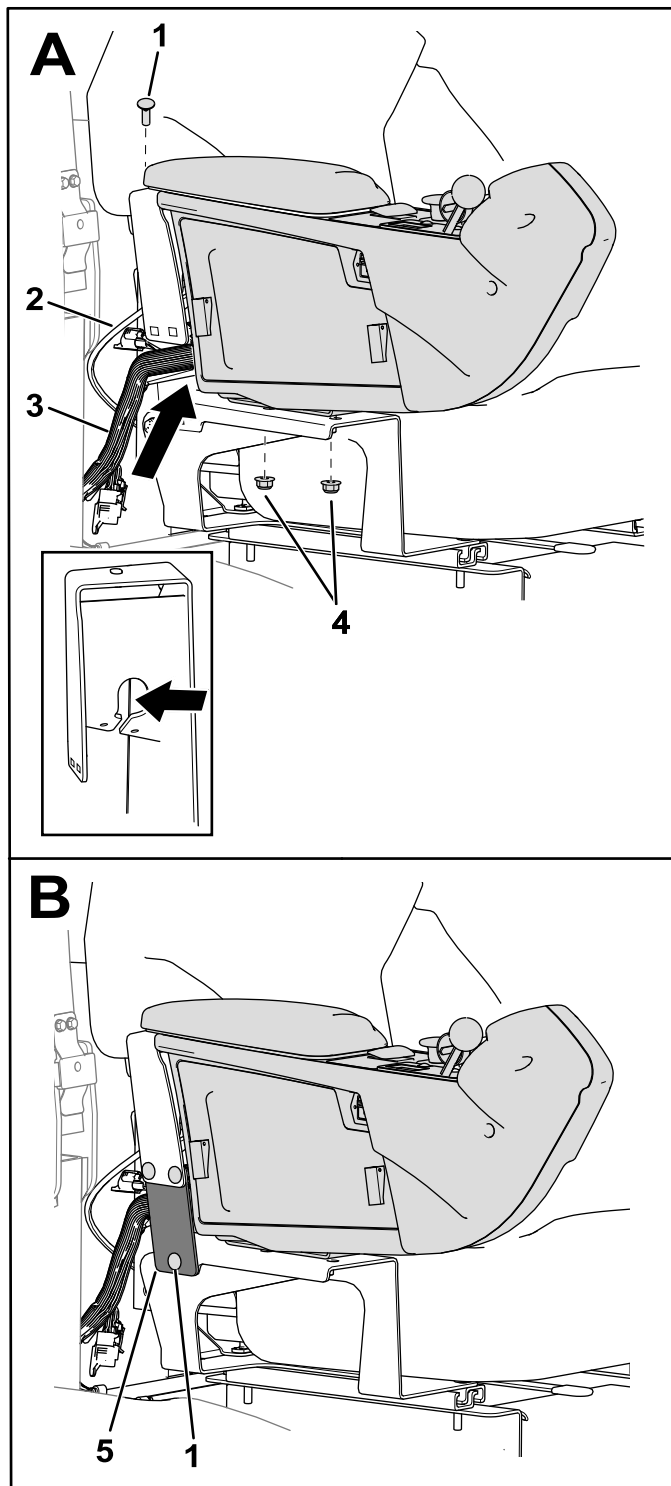

図 11
2. シートブラケットにコンソールをセットする A 図 11。
モデル 31900, 31901, 31907, 31909 ではスロットルケーブルをワイヤハーネスの上のシートブラケットのすきまに入れること挿入 図 A 図 11。
2)で外したものとキャリッジボルトとナットを使用するA 図 11。
4. プレートをシートブラケットに固定するキャリッジボルト3本とナット3個を使用するB 図 11。